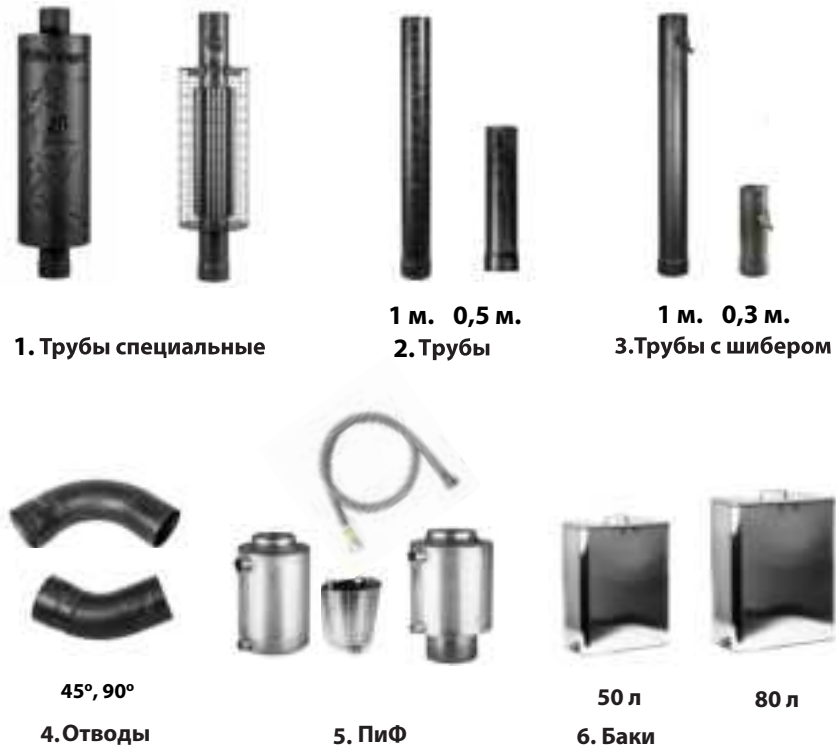

Рисунок 2.2. Комплектующие изделия
**2.2.** Комплектующие изделия показаны на рис. 2.2.